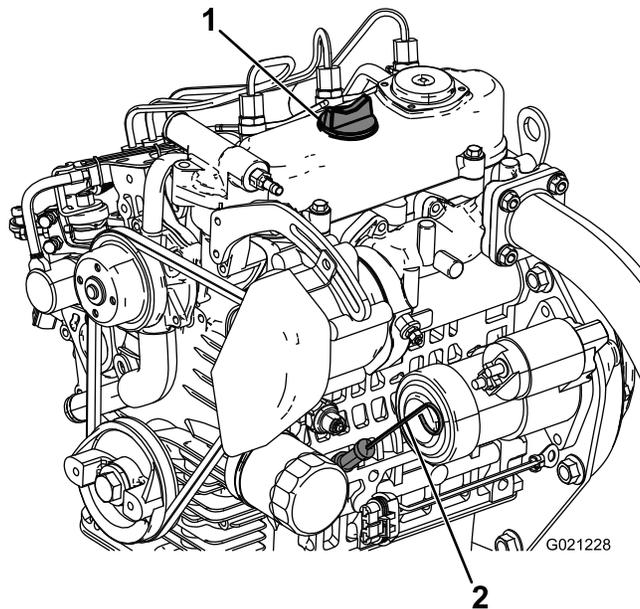

Figura 13
2. Retire a vareta (Figura 13) e limpe-a com um pano limpo. Volte a colocar a vareta no tubo e verifique se está completamente introduzida. Retire a vareta e verifique o nível de óleo.
3. Se o nível de óleo estiver baixo, retire o tampão de enchimento e adicione óleo suficiente (Figura 13) para elevar o nível de óleo até à marca Full, existente na vareta.